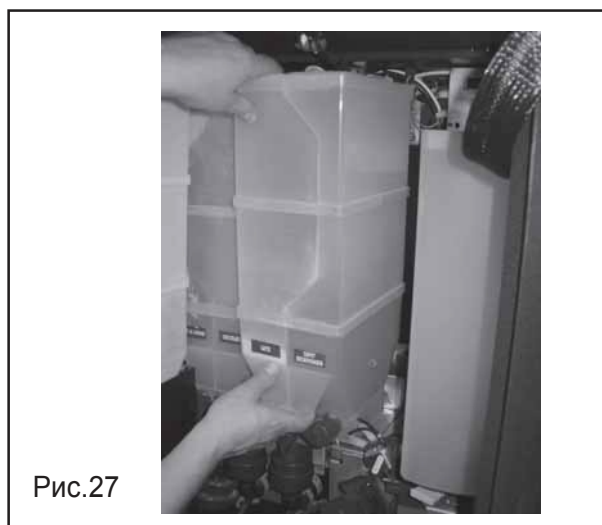

Рис.27
- Контейнеры для продуктов можно заполнить, не вынимая их из гнезд, однако при необходимо вынуть контейнер убедитесь, что выдвижная пластина выходного отверстия закрыта (Рис. 27). В частности закройте панель бункера для кофе прежде чем вынуть его.